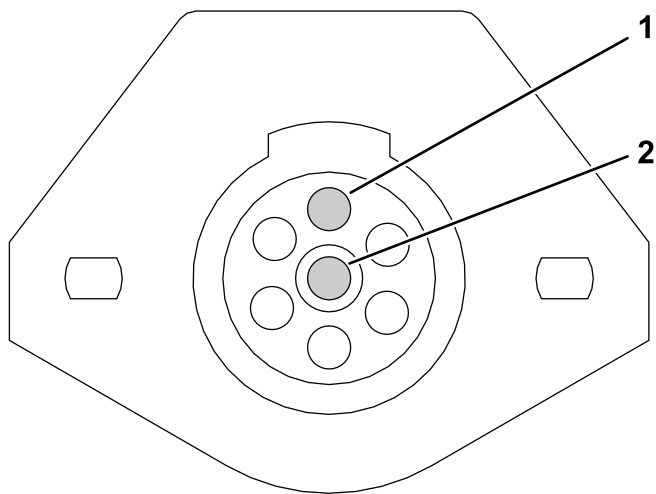

Figura 17
3. Allentate le viti nei morsetti del pin 1 e 7 (Figura 17).
5. Montate il filo nero sul morsetto del pin 1 e il filo bianco sul morsetto del pin 7 (Figura 17).